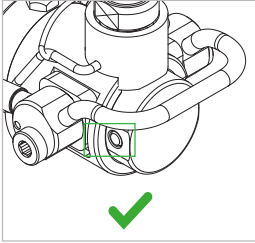

Abbildung 11
**Achtung:** Der Druck im System muss vollständig abgebaut sein, sodass der Sicherheitsstift (Pos. 5) am Adapter einfahren kann und die Betätigung nicht mehr blockiert ist (Abbildung 11).